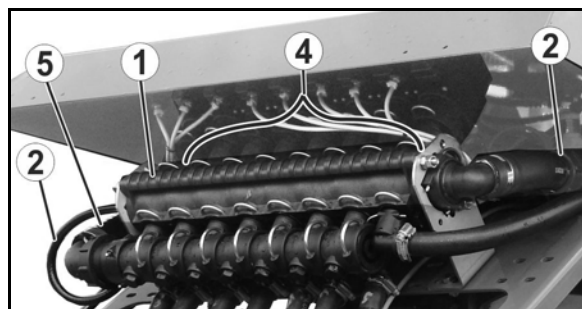

Bild 82
- fånghakarna (Bild 82/1) släpper från sprutrampupplaget (Bild 82/2).
Lyft sprutrampen med hjälp av höjdinställningen tills fångbyglarna (Bild 82/1) släpper från fånghylsorna (Bild 82/2).
Bild 82 visar den upplåsta sprutrampen.